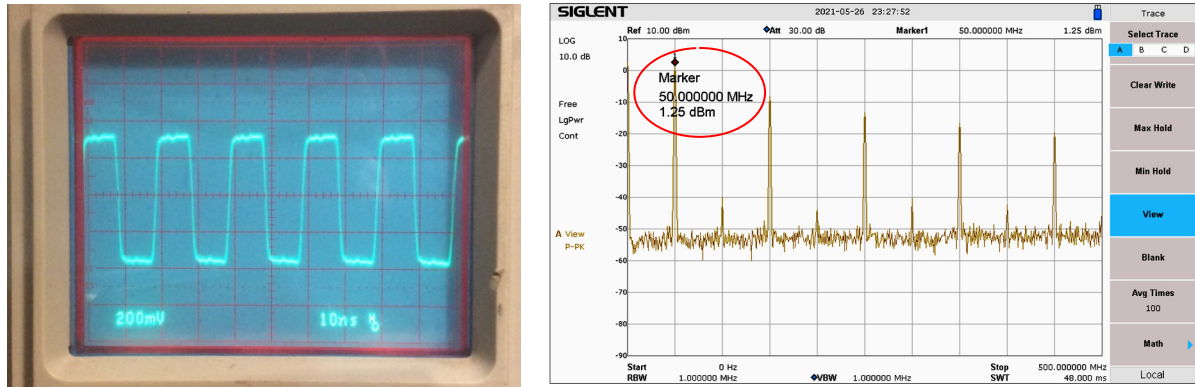

**Bild 19: Dämpfung und VSWR eines Kerbfilters**
Die Messung in **Bild 19** zeigt genau das Gegenteil, nämlich Übertragung (S21 Gain) und Anpassung (VSWR) eines steilflankigen 9MHz Quarz-Notchfilters (2), mit einer Bandbreite im Sperrbereich von 1kHz. Die Dämpfung außerhalb von 9 MHz beträgt ca. 3dB, im Sperrbereich jedoch 75dB. Solche Filter werden z.B. für NPR-Messungen an Empfängern oder für SBN-Messungen an Oszillatoren eingesetzt. Im Durchlaßbereich ist das Filter relativ gut angepasst (VSWR 1.8), im Sperrbereich beträgt das VSWR 24.